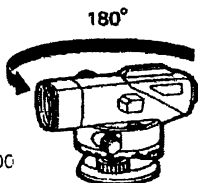

Рис. 7.1
- 2) Поверните инструмент на 180° (или 200° гон) (рис. 7.1).